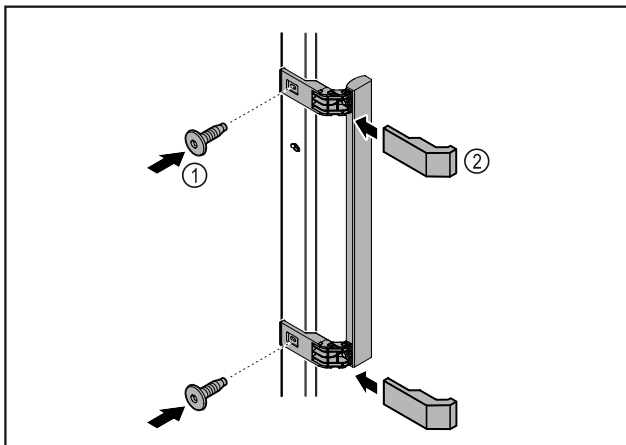

Fig. 4
- ▶ Fixer la poignée à la porte à l'aide des vis Fig. 4 (1) fournies.
- ▶ Poser les caches Fig. 4 (2).